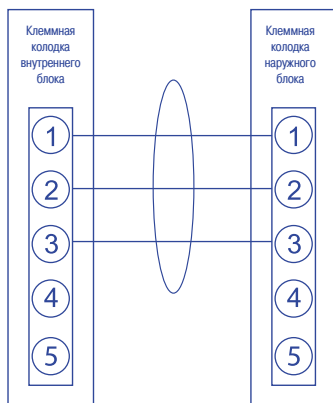
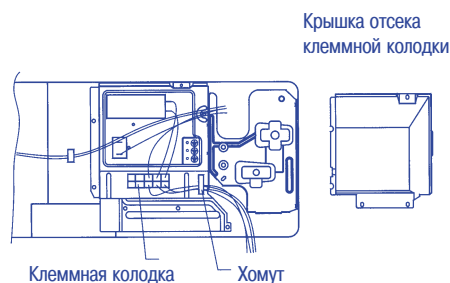

Рис. 13
Рис. 16
(1) Перед началом работ убедитесь, что напряжение в сети электропитания соответствует номинальному напряжению, указанному на заводской табличке кондиционера.
(2) Выполняйте электромонтаж в соответствии с электрической схемой (рис. 13)
- 2) Подсоедините кабель к контактам клеммой колодки в соответствии с рис. 13 и рис. 16.